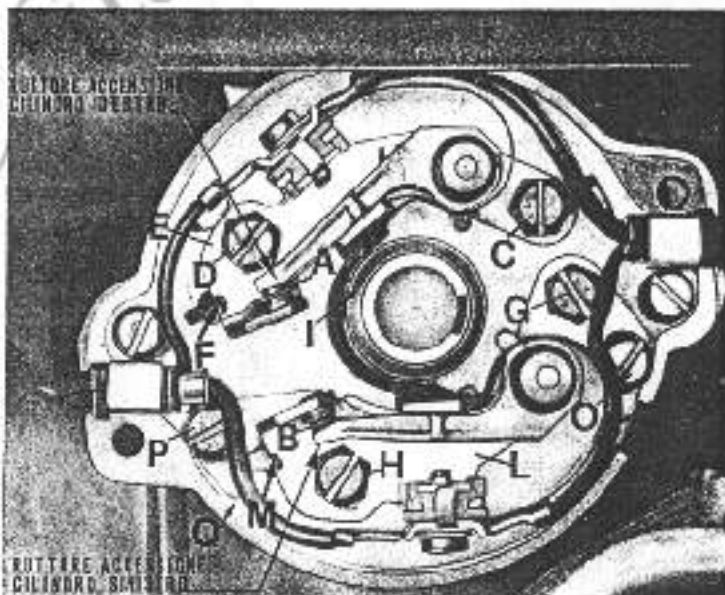
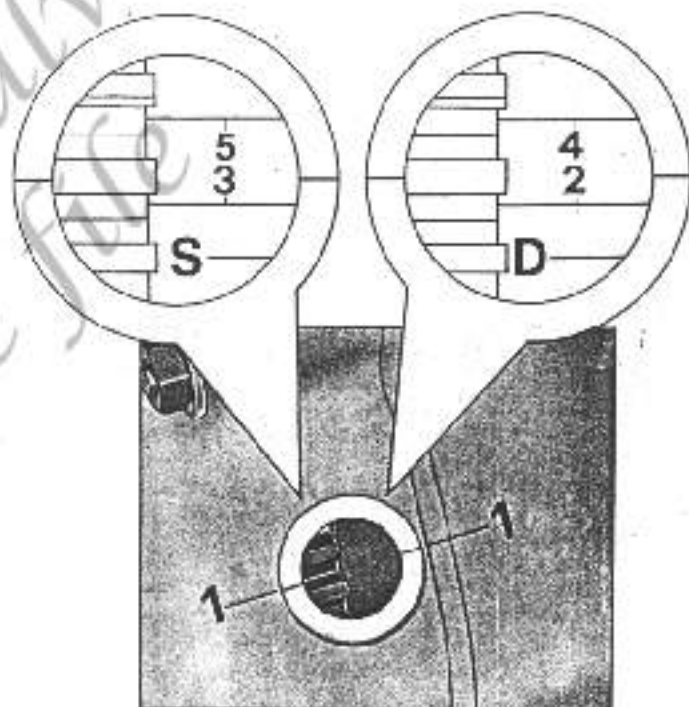

Fig. 19
Fig. 20
(vedere fig. 19)
CONTROLLO E REGOLAZIONE MESSA IN FASE DELL'ACCENSIONE (AUTICIPO FISSO) (ved. fig. 19 e 20)
- Per il controllo dell'inizio apertura contatti ruttori (« A » e « B » di fig. 19) è consigliabile l'impiego di apposita apparecchiatura ad indicazione luminosa da inserirsi tra il morsetto di alimentazione del ruttore in esame e la massa.
Fase cilindro destro (vedere fig. 20):
- Ruotare il volante in senso orario sino a superare di circa mm 15 il segno sul volante, indicato in fig. 20, con il N° « 2 » (anticipo fisso). Indi riprendere lentamente il senso di rotazione antiorario sino a far coincidere perfettamente il segno « 2 » (anticipo fisso) con il segno « 1 » sul bordo del foro di controllo. Questa operazione si rende necessaria per recuperare i giochi fra i denti degli ingranaggi. In queste condizioni il segno di anticipo fisso d'accensione « 2 » si trova a 13° dal P.M.S. (« D ») e quindi all'inizio dell'apertura dei contatti del ruttore (« A » di figura 19).
Fase cilindro sinistro (vedere fig. 20):
- Ruotare il volante in senso orario sino a superare di circa mm 15 il segno sul volante, indicato in fig. 20 col « 3 » (anticipo fisso). Indi riprendere lentamente il senso di rotazione antiorario sino a far coincidere perfettamente il segno « 3 » (anticipo fisso) con il segno « 1 » sul bordo del foro di controllo. Questa operazione si rende necessaria per recuperare i giochi fra i denti degli ingranaggi. In queste condizioni il segno di anticipo fisso d'accensione « 3 » si trova a 13° dal P.M.S. (« S ») e quindi all'inizio dell'apertura dei contatti del ruttore (« B » di figura 19).
N.B. - Se i contatti dei ruttori (« A » e « B » di fig. 19) non si aprono ai segni indicati bisogna procedere alla regolazione della fase.
Allentare le viti di fissaggio corpo ruttore al basamento e ruotare il corpo stesso a destra o a sinistra in modo che l'inizio apertura dei contatti avvengano quando il segno « 2 » di fig. 20 (anticipo fisso) riportato sul volante coincide con il segno « 1 » sul bordo del foro di controllo. Per ottenere la coincidenza dei segni, atterrarsi alla descrizione riportata al capitolo « Controllo e regolazione messa in fase dell'accensione ».
- Seguendo le istruzioni indicate nel capitolo « Controllo e regolazione messa in fase accensione » relative al cilindro sinistro (ruttore « B » di fig. 19) far coincidere il segno sul volante indicato con il « 3 » sulla fig. 20 con il segno « 1 » sul bordo del foro di controllo.
(vedere fig. 20 e
Sul volano sono stampigliati i segni di riferimento «D» e «S» o tracciati i segni indicati nella fig. 20 con i numeri «2» - «3» - «4» e «5».